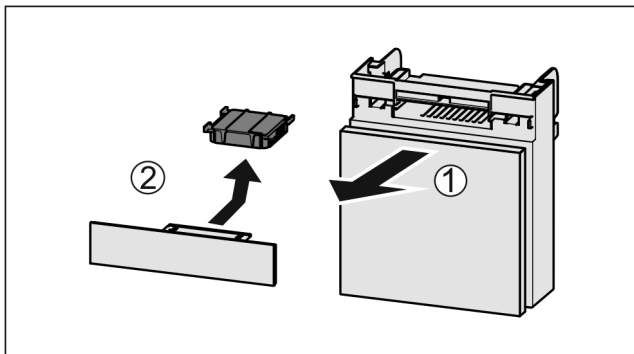

Fig. 80
- ▶ Træk rummet fremad Fig. 80 (1).
- ▶ Tag aktivkulfilteret Fig. 80 (2) ud.